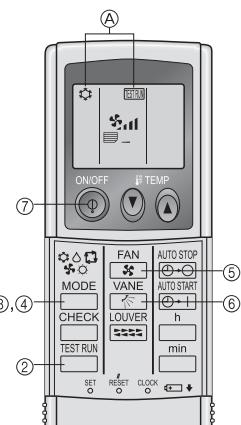

Fig. 7-7
7.2.2. Использование беспроводного пульта дистанционного управления (Fig. 7-7)
① Включите питание блока по крайней мере за 12 часов до начала испытаний.